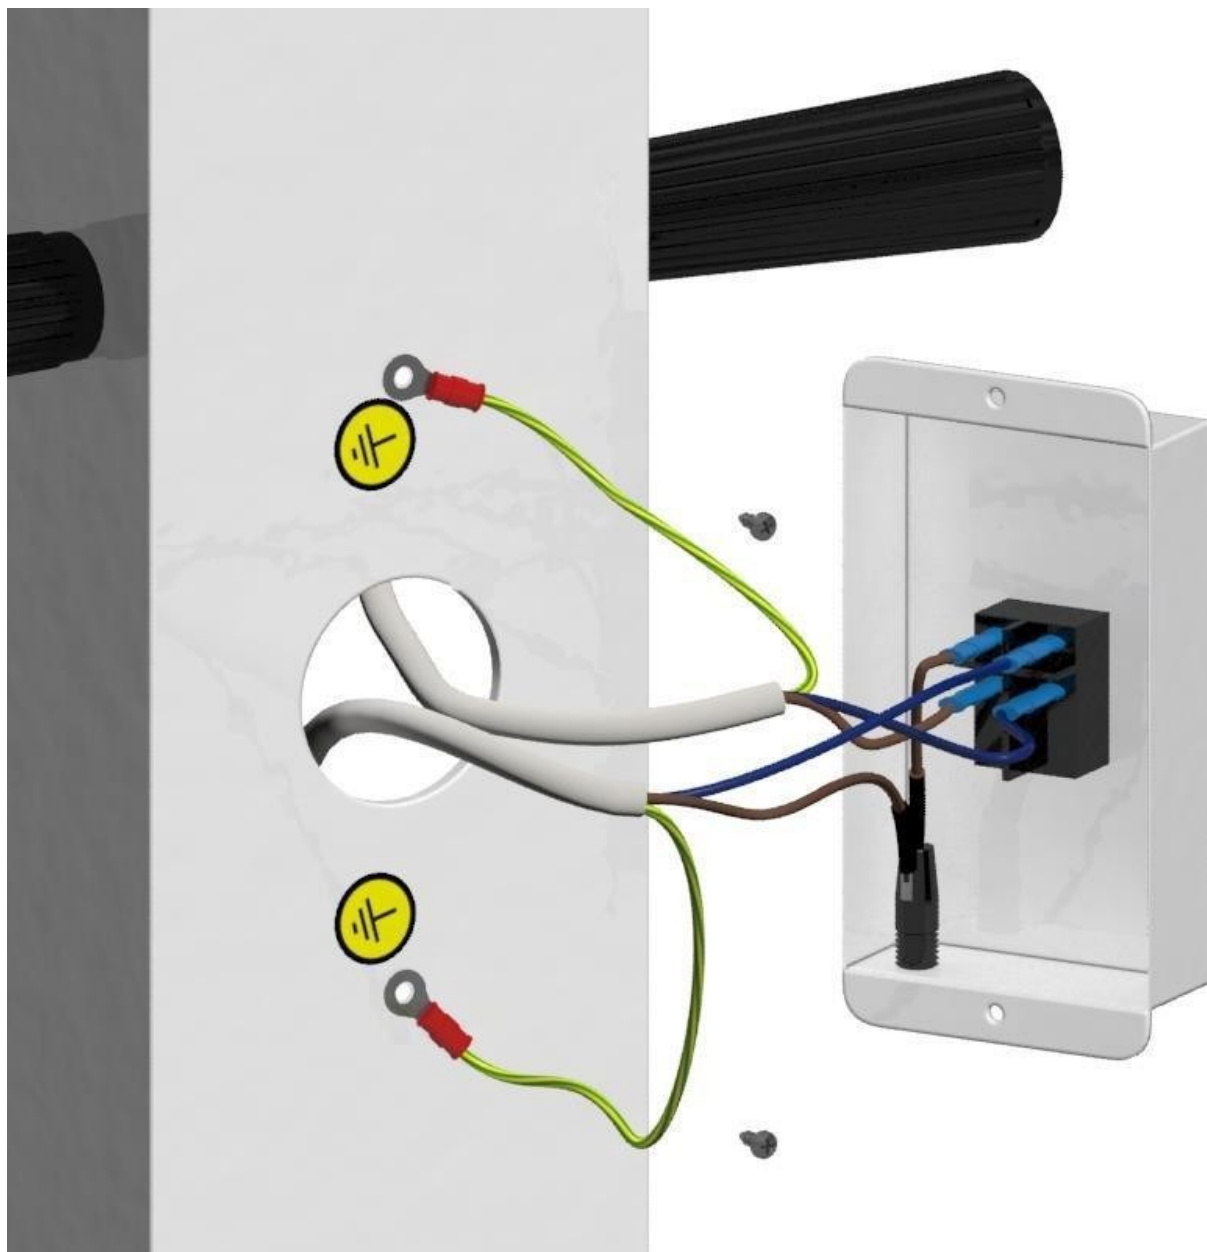

Abb. 18
- ✓ Verbinden Sie das vom Doppelstromabnehmerarm kommende Kabel (**D**) mit dem Schalter der Sicherungstafel (**F**), wie in Abb. 18 dargestellt